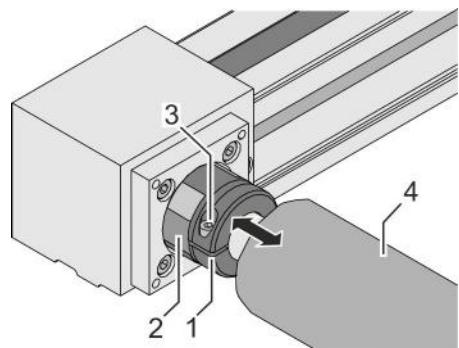

Abb. 27: Klemmnabe montieren
8. ► Klemmnaben (Abb. 27/2) in die Schraubnaben (Abb. 27/1) schieben.
Zur Erreichbarkeit der Klemmnaben das Schutzrohr (Abb. 27/4) auf dem Stahlrohr verschieben.
9. ► Jeweils die Schraube (Abb. 27/3) an den Klemmnaben festziehen: